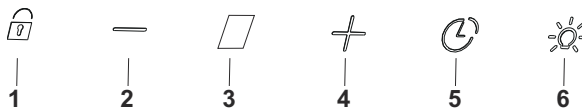

Fig. 16
4. ➤ Hvis der bliver trykket på knappen  (Fig. 16/5) på et tilfældig niveau, vil eftersugsfunktionen aktiveres. Så snart timeren begynder at tælle ned, vil aktuelle hastigheds tal på det digitale display begynde at blinke. Efter 15 minutter vil alle funktioner, der blev aktiveret før timeren blive lukket ned. Hvis der trykkes på  medens funktionen er aktiv, vil funktionen deaktiveres.
5. ➤ Når der indikeres  på den digitale skærm, skal metal fedtfilteret renses (Fig. 16/3). For at slette beskeden skal du gøre følgende: